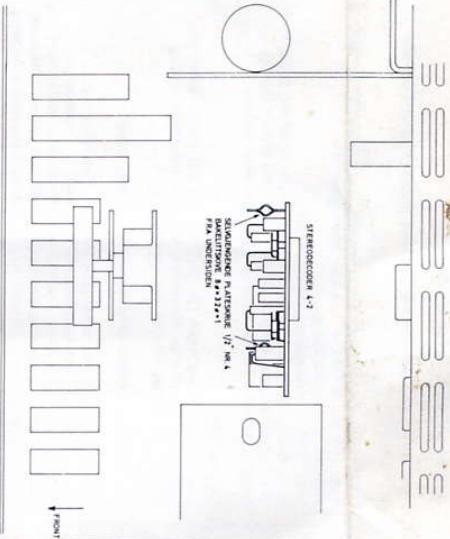
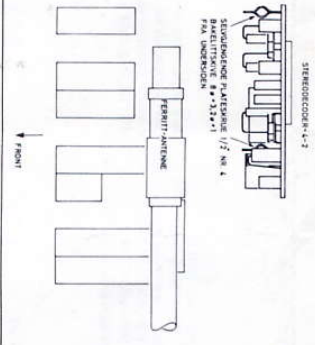

Fig. 1. Montering av stereodekoder 4-2 i HI-FI FM.
Fig. 2. Montering av stereodekoder 4-2 i SS-11.
2. Trekk ut ekvivalenkortet og monter dekoderen som vist i fig. 1 (HI-FI FM) eller fig. 2 (SS-11). Legg isolasjonsskivene mellom skruhodene og hovedplattens folieside og fest med to skruer fra TK-platens folieside.